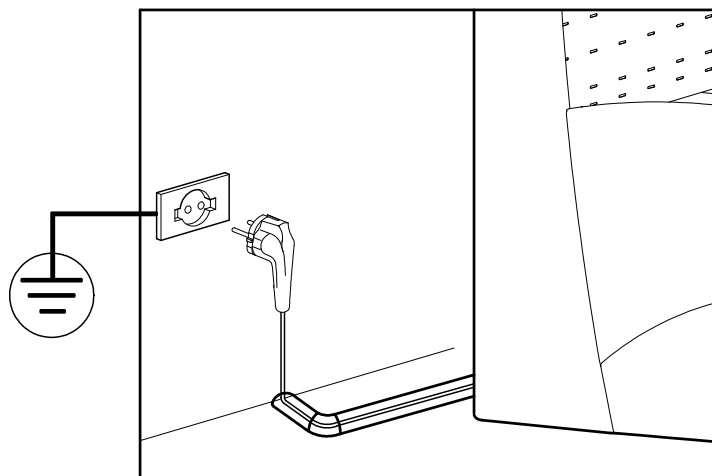

Рис.16
**Установить соответствующую систему заземления! (Рис.16).**
**Относительно подключений см. прилагающиеся электросхемы на (Рис.17, 18, 19 20). Витрины быстрой сборки поставляются в комплекте с вилок и кабелем 2,5-х метровой длины (Рис.16).**